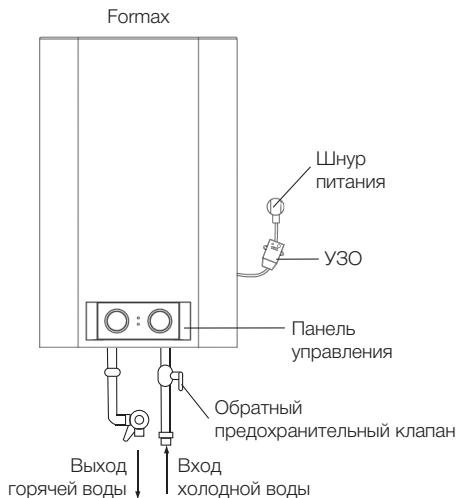

Рис. 11.
3. Предохранительный клапан следует устанавливать в месте входа воды (см. рис. 11 и 12).